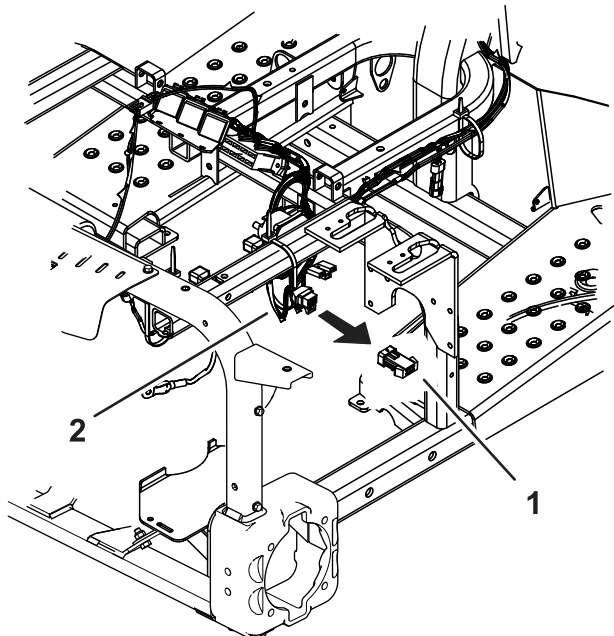

Figura 33
5. Scoateți firul de jumper de la cablajul principal de sub panoul de comandă (Figura 33).